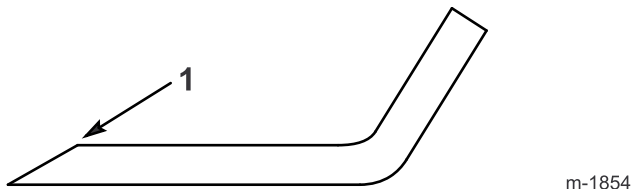

Figure 38
1. Au moyen d'une lime, aiguisiez les tranchants aux deux extrémités de chaque lame (Figure 38). Veillez à conserver l'angle de coupe d'origine. Limez la même quantité de métal sur les deux tranchants pour ne pas déséquilibrer la lame.